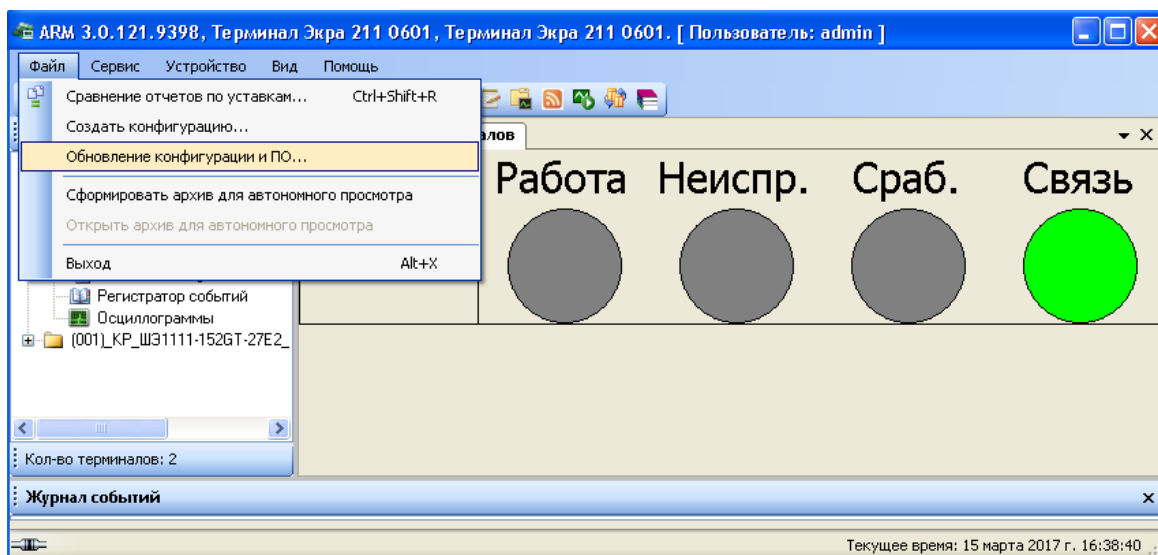
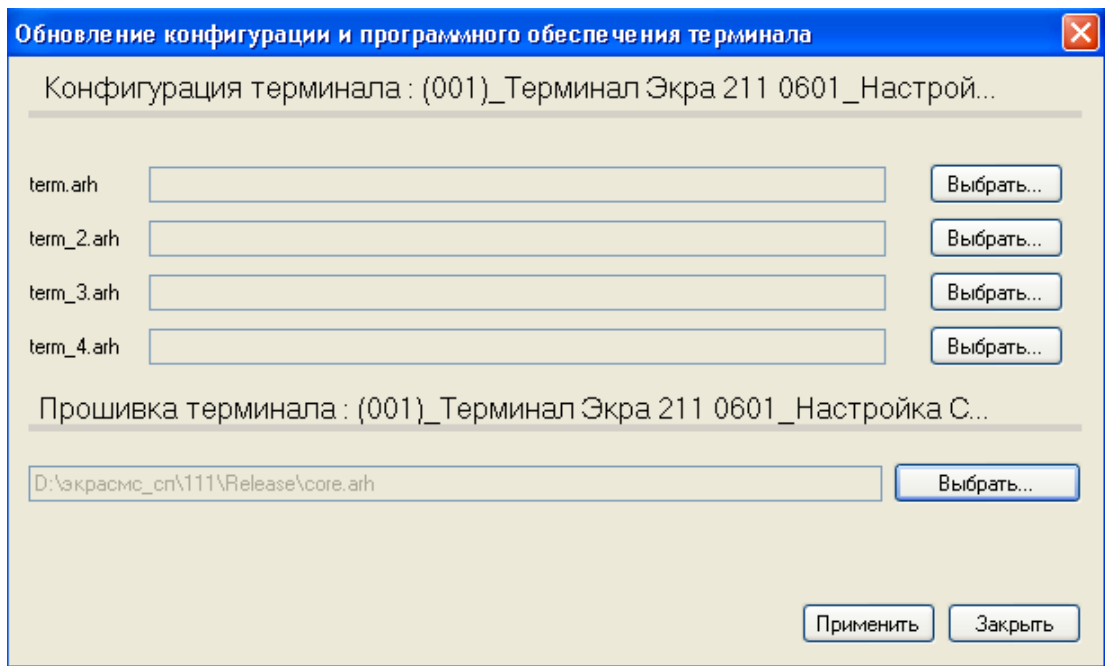

Рисунок 6.1
Рисунок 6.2
6.2.3 Замена программы осуществляется через пункт меню **Файл** → **Обновление конфигурации и ПО...**. При выборе этого пункта (см. рисунок 6.1) отображается диалоговое окно (см. рисунок 6.2).